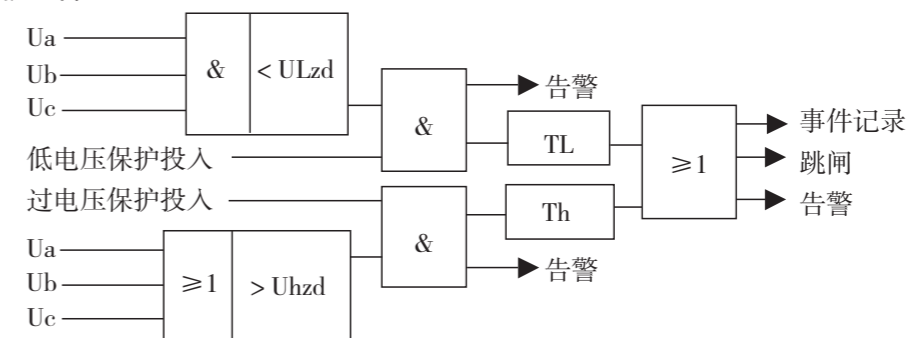

图 7-3 低电压、过电压保护逻辑框图
- YZ100-DR出口信号回路原理图(附图7-3);
附图7-3: YZ100-DR出口信号回路原理图